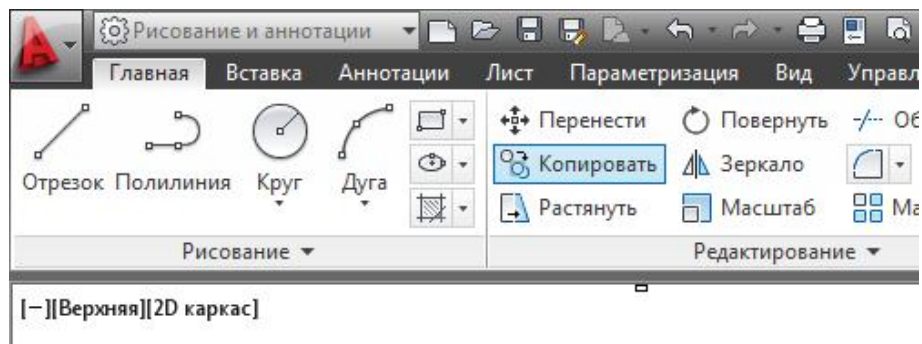

Рис.4. Команда **Копировать**.
1.3. Центр окружностей **3** можно построить командой **Копировать** панели **Редактирования** (опция **Перемещение**, вторая точка (0,40)) (рис.4).